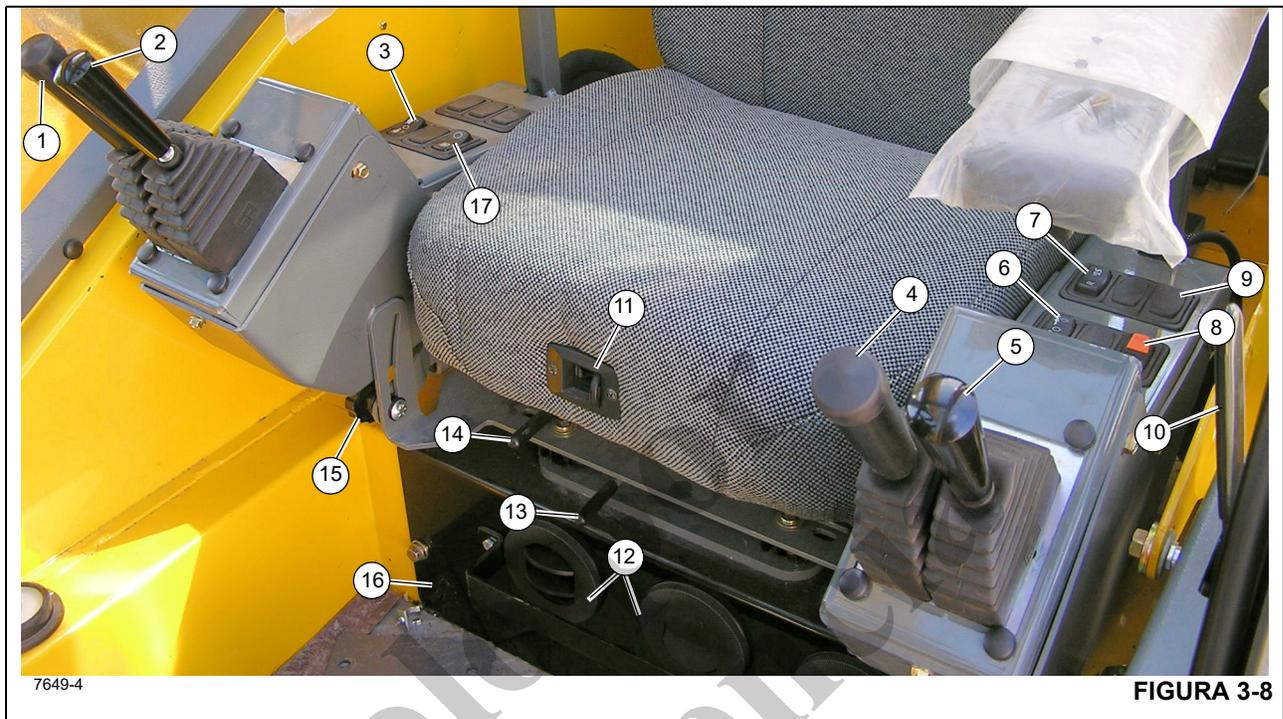

Figura 3-8 - Números de artículos
El indicador de diferencial del eje bloqueado (22) (Figura 3-6) se encuentra en la pantalla de medidores en la columna de dirección. Este indicador se ilumina en ámbar después de mover el interruptor de bloqueo del diferencial (10) (Figura 3-8) a la posición de BLOQUEO con los interruptores de bloqueo del diferencial del vehículo en cada eje cerrados. En la posición de BLOQUEO, no hay acción diferencial entre las ruedas.
El control del malacate principal (1) (Figura 3-8) se encuentra en el apoyabrazos derecho. Cuando se mueve la palanca hacia adelante, el cable desciende. Cuando se tira hacia atrás, el cable se eleva.
El control de elevación de pluma (2) (Figura 3-8) se encuentra en el apoyabrazos derecho. Cuando la palanca se coloca hacia adelante, se baja la pluma, o cuando se la coloca hacia atrás, se eleva la pluma.
El interruptor selector de velocidad del malacate principal (3) (Figura 3-8) es un interruptor de contacto mantenido, de tres posiciones (alta/apagado/baja), que se encuentra en el apoyabrazos derecho. Si se coloca el interruptor en la posición alta, esto habilita las funciones del malacate y energiza el solenoide de alta velocidad del malacate principal, lo que tiene por resultado altas velocidades del cable. Si se coloca el interruptor en la posición central de apagado, esto evitará el funcionamiento del malacate. Si se coloca el interruptor en la posición baja, esto habilita las funciones del malacate principal y desenergiza el solenoide de alta velocidad del malacate principal, lo que tiene por resultado bajas velocidades del cable.
El control de telescopización o del malacate auxiliar (TELE o AUX) (4) (Figura 3-8) se encuentra en el apoyabrazos izquierdo. La palanca controla las funciones de telescopización cuando la grúa no está provista de malacate auxiliar. Empuje la palanca de control hacia adelante para extender la pluma, o tire de la palanca de control hacia atrás para retraerla.
El interruptor selector de velocidad del malacate auxiliar (6) (Figura 3-8) es un interruptor de contacto mantenido, de tres posiciones (alta/apagado/baja), que se encuentra en el apoyabrazos izquierdo. Si se coloca el interruptor en la posición alta, esto habilita las funciones del malacate auxiliar y energiza el solenoide de alta velocidad del malacate auxiliar, lo que tiene por resultado altas velocidades del cable. Si se
El interruptor de dirección trasera (7) (Figura 3-8) es un interruptor tipo basculante de tres posiciones, con retorno por resorte a la posición de apagado, y se encuentra en el apoyabrazos izquierdo. Presione la parte inferior del interruptor para accionar una válvula de control que gira las ruedas traseras hacia la izquierda, lo cual hace que la grúa vire hacia la derecha. Presione la parte superior del interruptor para accionar una válvula de control que gira las ruedas traseras hacia la derecha, lo cual hace que la grúa vire hacia la izquierda. Cuando las ruedas no están centradas, la luz del indicador de ruedas traseras no centradas en la columna de dirección se enciende. Cuando se suelta el interruptor, éste vuelve a la posición central de apagado.
El interruptor del freno de giro (8) (Figura 3-8) se encuentra en el apoyabrazos izquierdo. Este interruptor de dos posiciones (ON/OFF) sirve para regular una válvula hidráulica que envía un caudal de presión regulada hacia el freno de giro y desde el mismo. Al colocar el interruptor en la posición ON se aplica el freno de giro y al colocarlo en OFF se suelta el freno de giro. Cuando el interruptor está en la posición de encendido, la luz indicadora roja en la columna de dirección se ilumina. El interruptor tiene un bloqueo para evitar el accionamiento inesperado.
El control de bloqueo del diferencial (Axle Diff) (9) (Figura 3-8) se encuentra en el apoyabrazos izquierdo. Es un interruptor momentáneo de dos posiciones rotulado LOCK (bloquear) y UNLOCK (desbloquear). Con el control en la posición LOCK, las estrías del collar de cambios se engranan en las estrías de la caja del eje para unir el conjunto de diferencial y los semiejes y así eliminar el efecto diferencial entre las ruedas. En la posición UNLOCK existe un efecto diferencial entre las ruedas en todo momento. El
Utilice la palanca del mecanismo de desbloqueo de la puerta de la cabina (10) (Figura 3-8) para abrir o cerrar la puerta de la cabina desde el interior de la cabina.
Para ajustar el respaldo del asiento, presione la perilla de ajuste (11) (Figura 3-8) y luego ajuste el asiento según sea necesario.
La unidad de control de climatización del acondicionador de aire/calefactor de la cabina de la grúa (16) (Figura 3-8) se encuentra en la cabina, debajo del asiento del conductor. Los registros (12) forman parte de la unidad de control de climatización y se pueden ajustar para dirigir el flujo de aire.
El movimiento de la palanca de deslizamiento del asiento (13) (Figura 3-8) sólo deslizará el asiento, hacia adelante o hacia atrás.
El movimiento de la palanca de deslizamiento del bastidor del asiento (14) (Figura 3-8) deslizará el asiento y el bastidor del asiento hacia adelante o hacia atrás.
El apoyabrazos y los controles del apoyabrazos se pueden ajustar por medio de la perilla de ajuste (15) (Figura 3-8). Afloje la perilla y gire todo el apoyabrazos a la posición deseada, vuelva a apretar la perilla una vez que se haya terminado de realizar el ajuste.
Los indicadores de rotación de malacate para el malacate principal y el malacate auxiliar se encuentran en la parte superior de cada palanca de control de malacate (1, 4) (Figura 3-8). Cada indicador se controla electrónicamente por medio de una señal de entrada recibida de un sensor instalado en el malacate correspondiente y una señal de salida de un módulo de control. Cada palanca de control de malacate (1, 4) vibra cuando su malacate está funcionando de manera que el pulgar del operador pueda sentirlo.
El interruptor de aumento hidráulico (17) (Figura 3-8) se encuentra en el apoyabrazos derecho. Este interruptor de dos posiciones se utiliza para controlar la válvula selectora de aumento de velocidad alta. Cuando se coloca el interruptor en la posición de encendido (ON), se energiza la válvula de solenoide. En este estado, la válvula de solenoide detiene el caudal de aceite de la sección N° 2 de la bomba N° 1 a la válvula de dirección trasera/estabilizadores. La válvula de retención de leva se abre para combinar este caudal de aceite con el caudal entregado por la sección N° 1 de la bomba N° 1.